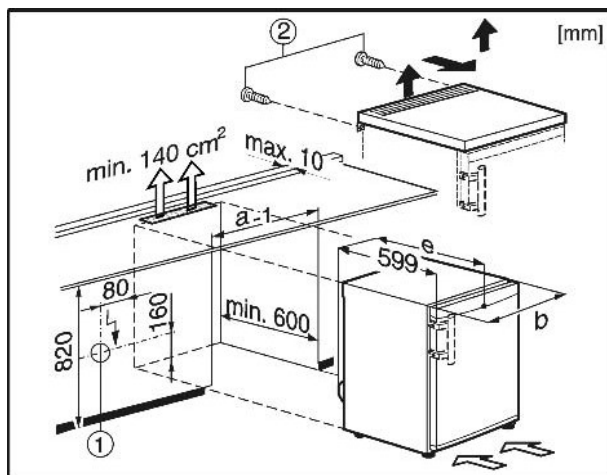

Fig. 7
Zásuvka Fig. 7 (1) musí být na dostupném místě mimo oblast zadní stěny přístroje.
- Vyšroubujte šrouby *Fig. 7 (2)* na zadní straně.